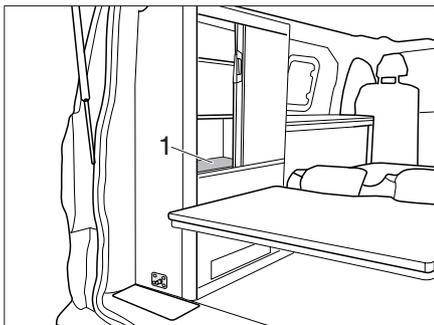
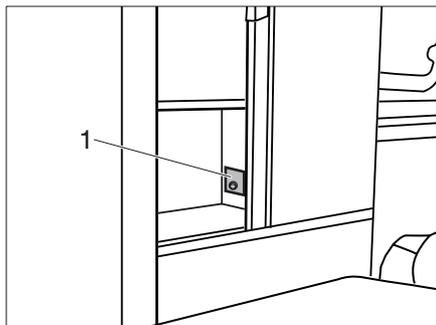

Bild 48 Gaskasten im Hochschrank
Bild 54 Gasfernschalter
- ▶ Schranktüre im Heck öffnen. Der Gaskasten befindet sich unter dem Zwischenboden (Bild 48,1) des Schanks.
Der Gasfernschalter (Bild 54,1) befindet sich in Fahrriichtung links im Hochschrank über dem Zwischenboden (Bild 48,1).